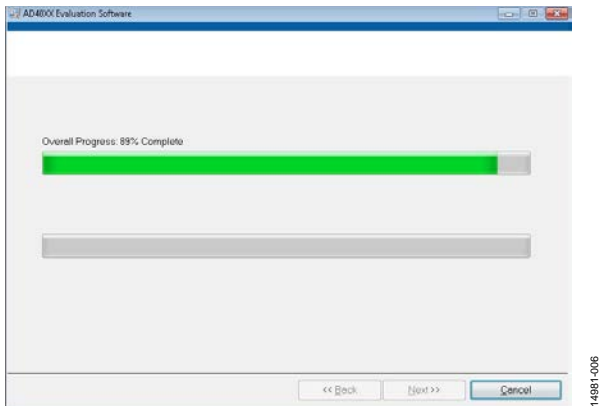

図 7. 全体の進行状況
5. 図 7 に示すように、ポップアップ・ウィンドウが開き、インストールの進行状況を示すバーが表示されます。